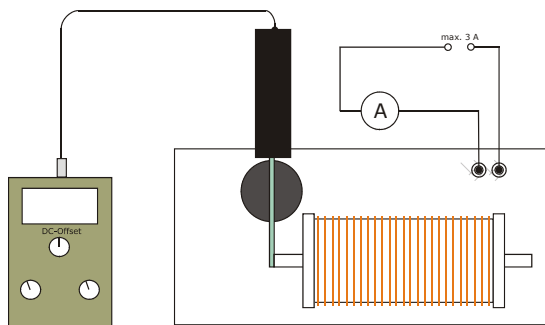

Fig.1 Registrazione della curva di isteresi
- Collegare in serie alimentatore, bobina e amperometro (ved. fig. 1).